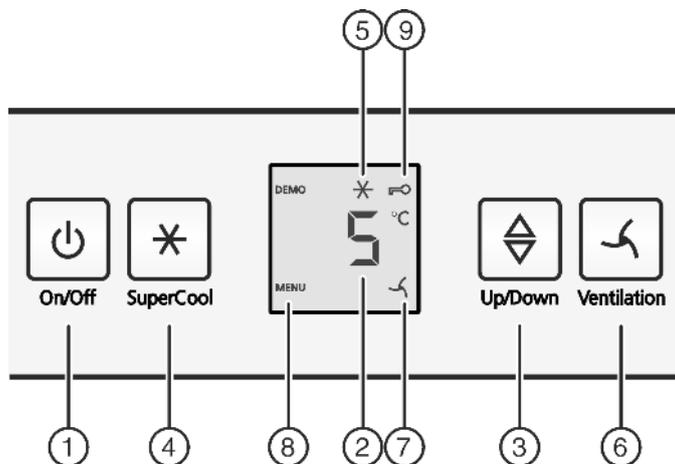

Fig. 3
- ▶ Taste On/Off Fig. 3 (1) drücken.
- ▶ Taste SuperCool Fig. 3 (4) ca. 5 Sekunden drücken.
- ▷ In der Anzeige wird das Symbol Menu Fig. 3 (8) angezeigt.
- ▶ Mit der Taste SuperCool Fig. 3 (4) kurz bestätigen.
- ▷ Das Symbol Kindersicherung Fig. 3 (9) leuchtet in der Anzeige.
- ▶ Die Taste On/Off Fig. 3 (1) kurz drücken.
► Temperaturfunktion aufrufen: Die Einstelltaste *Fig. 3 (3)* drücken.
► Temperatur in 1 °C -Schritten ändern: Einstelltaste *Fig. 3 (3)* so oft drücken, bis die gewünschte Temperatur in der Temperaturanzeige leuchtet.
► Taste SuperCool *Fig. 3 (4)* kurz drücken.
▷ Das Symbol SuperCool *Fig. 3 (5)* leuchtet in der Anzeige.
▷ Das Symbol SuperCool *Fig. 3 (5)* erlischt in der Anzeige.
► Taste Ventilation *Fig. 3 (6)* kurz drücken.
▷ Das Symbol Ventilation *Fig. 3 (7)* leuchtet.